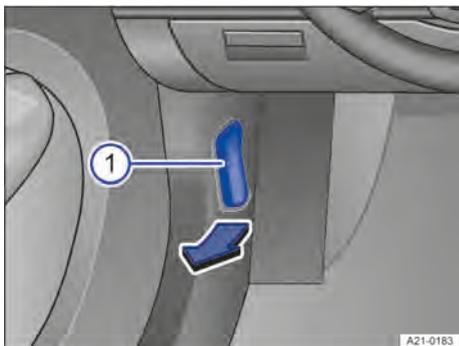

Fig. 170 Na área para os pés à esquerda: alavanca de destravamento da tampa do compartimento do motor (representação esquemática).
1. Antes de abrir a tampa do compartimento do motor, assegurar que os braços dos limpadores dos vidros estejam encostados no para-brisa → ①.
2. Abrir a porta do condutor e puxar a alavanca de destravamento no sentido da seta → Fig. 170 ①.